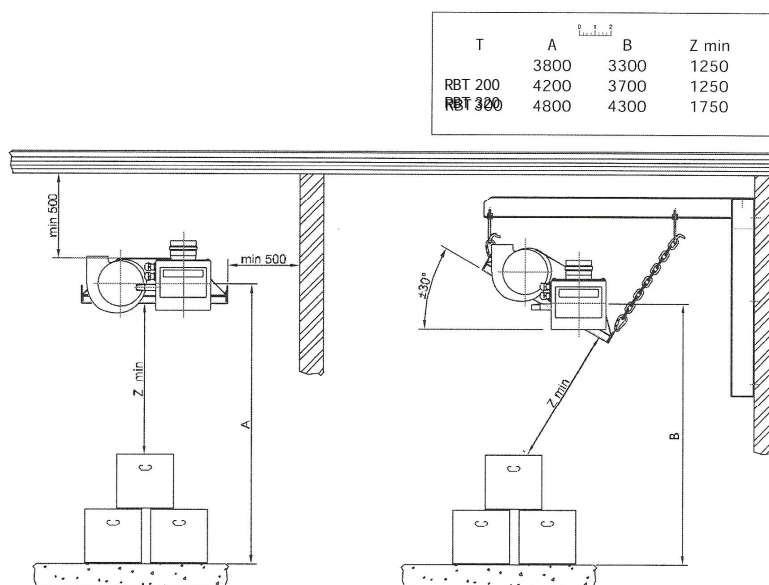

Fig. 2
- Pensez à conserver une distance suffisante entre l'appareil et d'éventuelles zones de passage ou d'entreposage de marchandises non protégées craignant la chaleur (produits inflammables ... - Fig. 2).
Le radiant doit être suspendu à une distance minimum (Z min) des murs et/ou toitures (Fig. 2). Ces distances n'ont qu'une valeur indicative. Elles pourront être modifiées par l'installateur en fonction des contraintes d'installation.
La hauteur minimale conseillée (voir Fig. 2) :